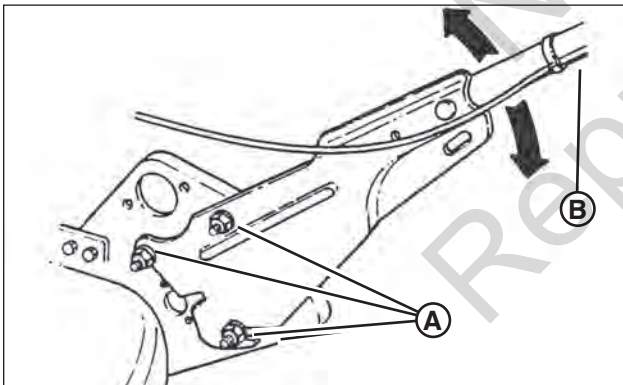

Figure 5: Réglage de la hauteur de poignée
1. Desserrez les écrous inférieurs (**A, Figure 5**) se trouvant sur chaque poignée inférieure.